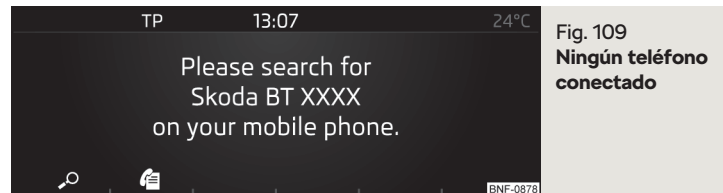

Fig. 109
- Si no está conectado **ningún** teléfono con el equipo, entonces pulsar la tecla **PHONE** → **☎** » fig. 109.